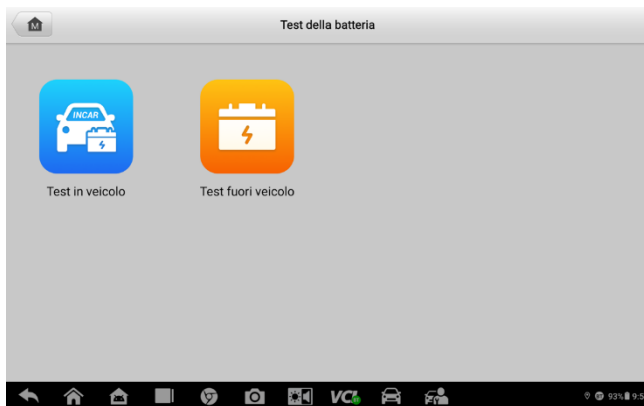

Figura 6-3 Schermata Test Batteria
1. Selezionare la funzione **Test batteria** dal menu principale OTOFIX. Viene visualizzata la schermata del test della batteria (vedere Figura 6-3).